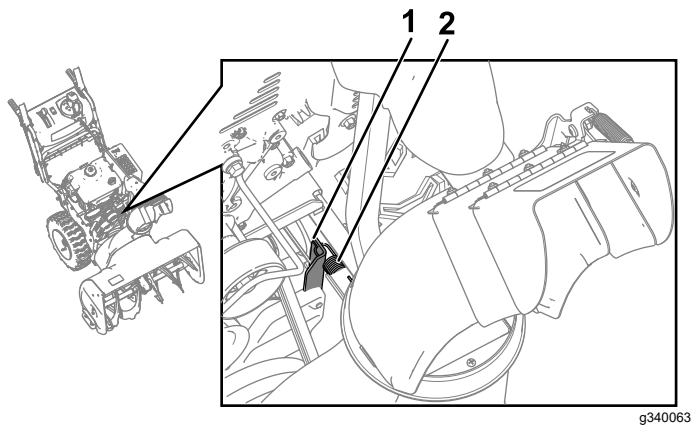

Figura 2
3. Desenganche el muelle de la placa de tracción existente (Figura 2).